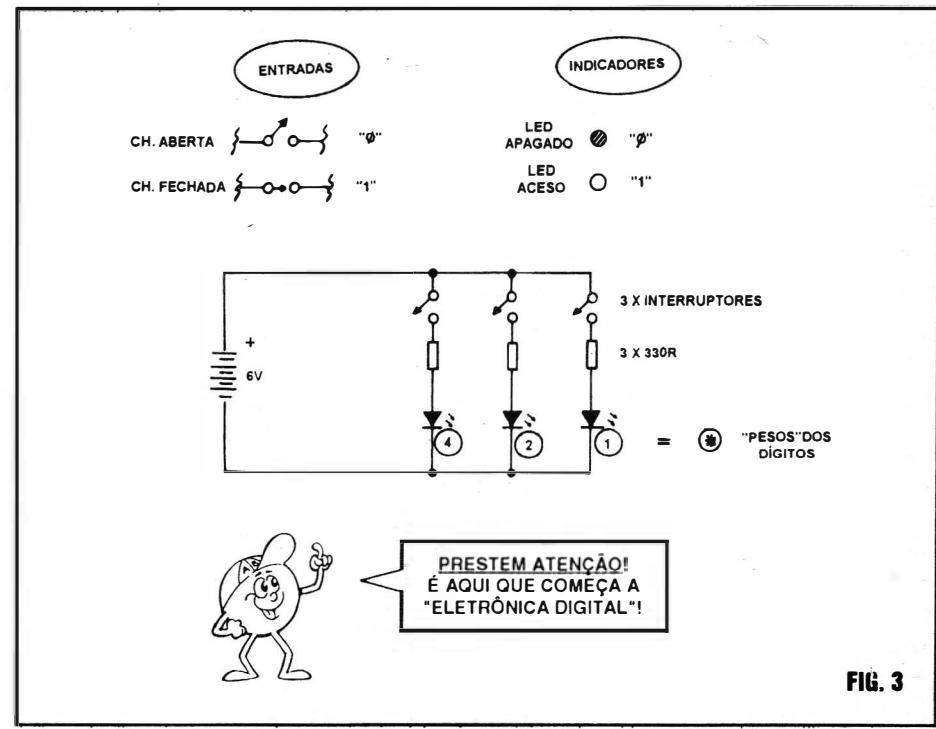

FIG. 3
-FIG.3-EXPERIÊNCIAS DE “CASAMENTO” ENTRE A ELETRÔNICA E A NOTAÇÃO BINÁRIA... - Sempre lembrando que - nas nossas analogias - consideramos um **interruptor aberto** como “0”, e um **interruptor fechado** como “1”, e também um **LED apagado** como “0” e um **LED aceso** como “1”, o Leitor/ “Aluno ” poderá, facilmente ,